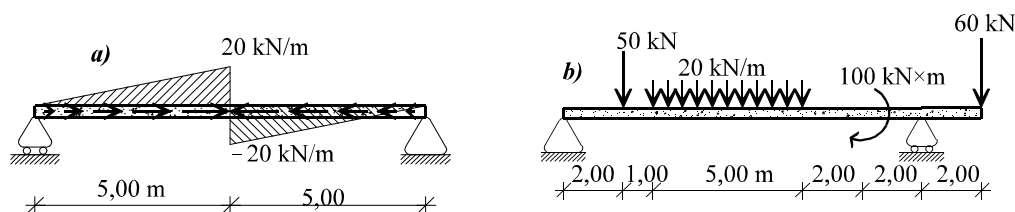

Figura 3
3) Dibujar sendos croquis con las leyes acotadas de esfuerzos para las vigas de la figura 3.